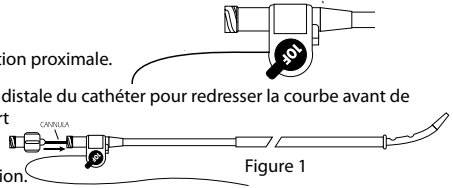

Figure 1
5. Faire glisser le redresseur de queue de cochon le long de la partie distale du cathéter pour redresser la courbe avant de placer la canule de renfort dans le cathéter. Placer la canule de renfort dans le cathéter et serrer les raccords Luer-Lock. Voir figure 1.